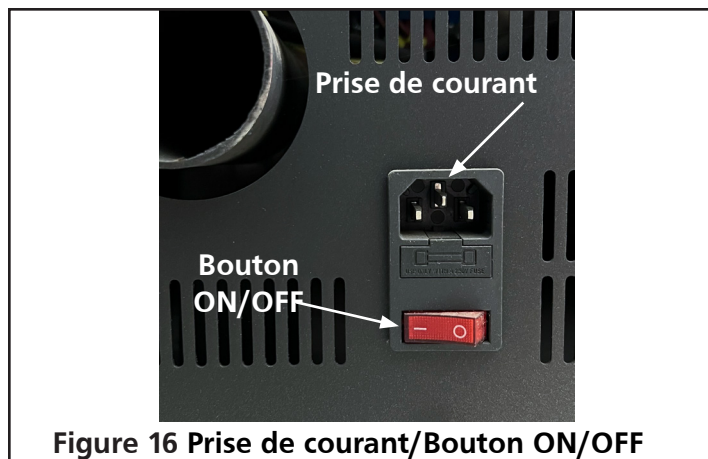

Figure 16 Prise de courant/Bouton ON/OFF
1. Branchez le cordon d'alimentation dans la prise située à l'arrière du poêle et appuyez sur l'interrupteur à bascule rouge MARCHE/ARRÊT situé au-dessus sur MARCHE. Voir Figure 16.